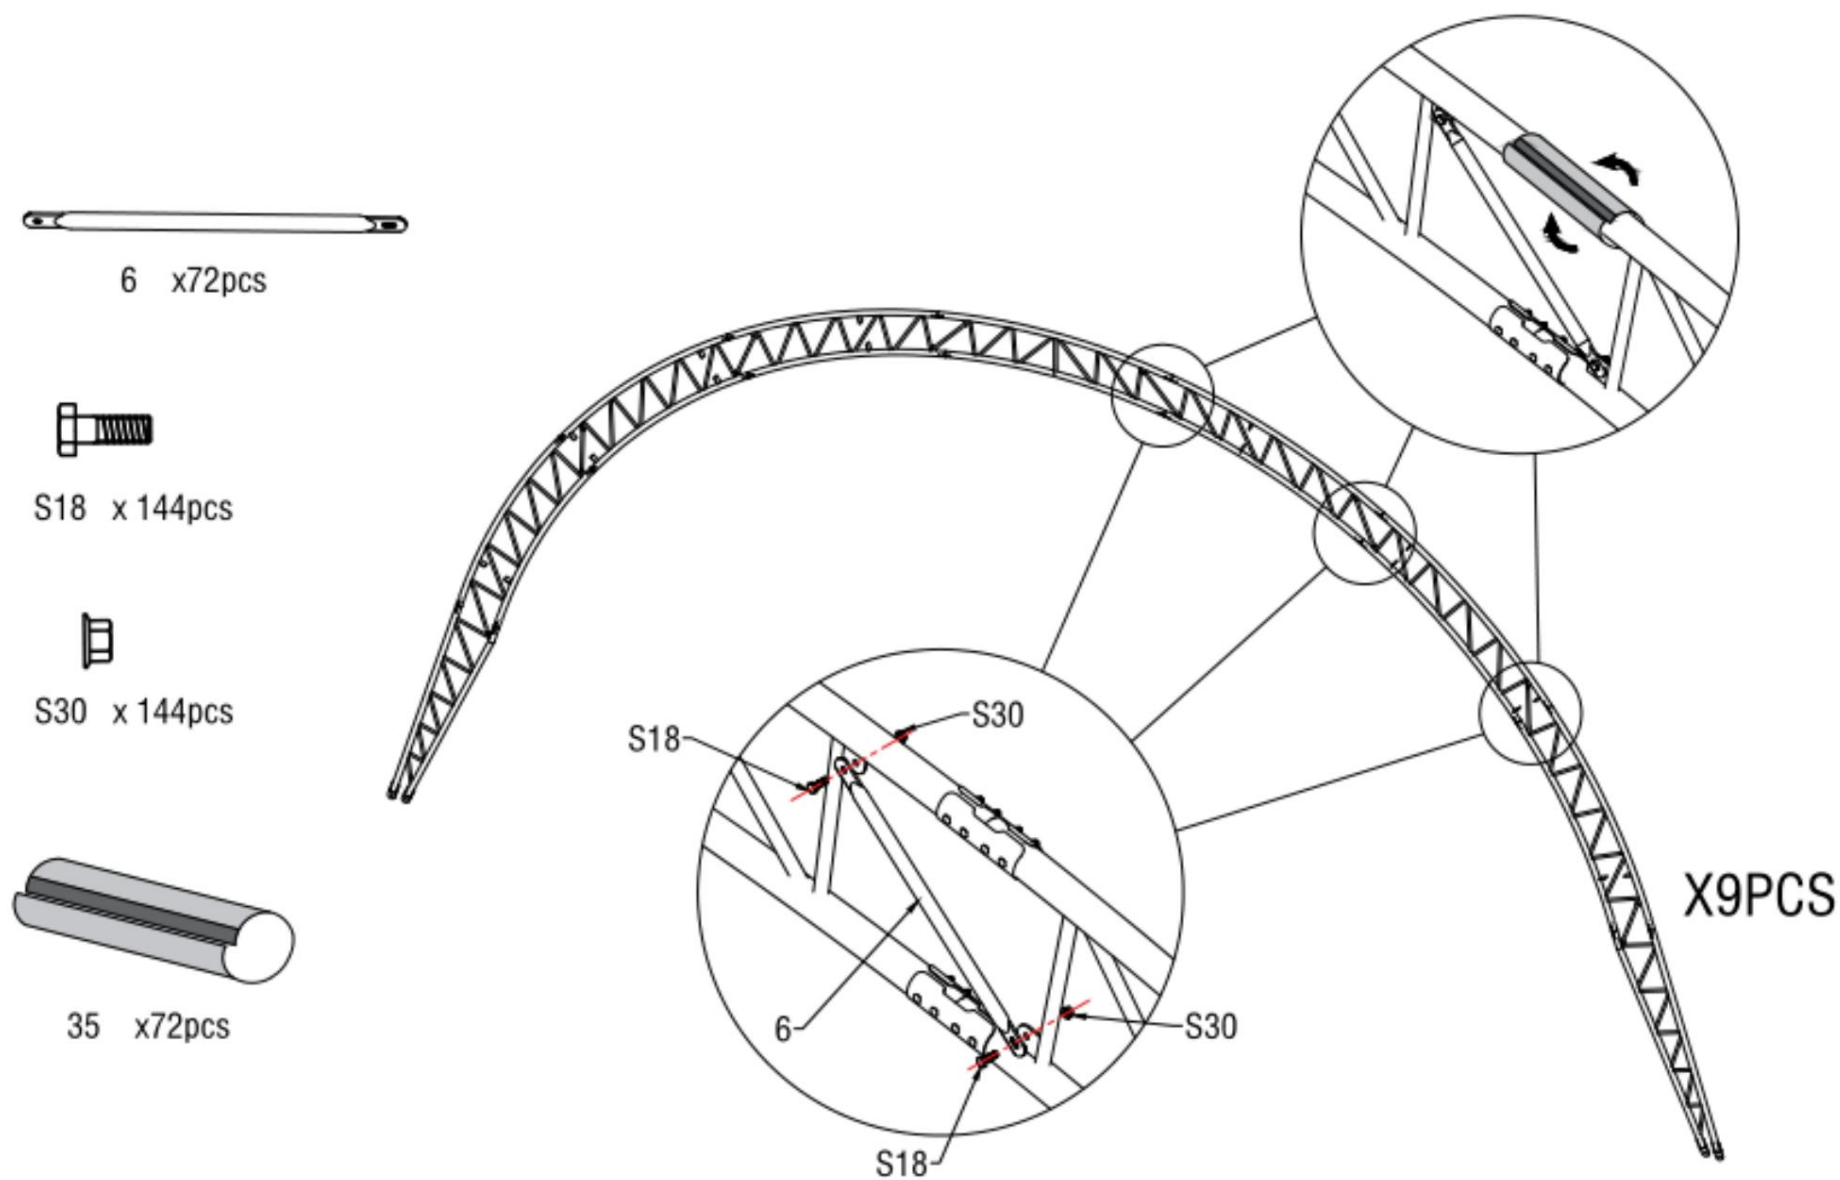

Figure 5
3. Comme indiqué sur la figure 5, utilisez la sangle de support entre l'arche (n° 6) pour connecter le tube supérieur du toit (n° 1) avec un boulon hexagonal de 10*30 mm (n° 6).